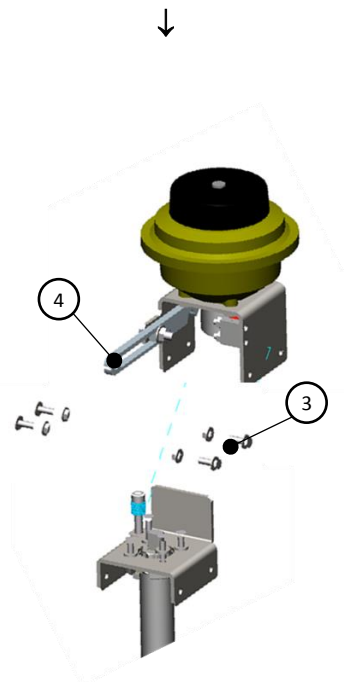

Figure 2
5. Dévisser les 4 ensembles vis, rondelles, écrous (3) de la ½ arcade supérieur (KPN14\*\*SUP A54N)
6. Installer la ½ arcade supérieur (KPN14\*\*SUP A54N) sur la ½ arcade inférieur comme indiqué sur la figure 2.